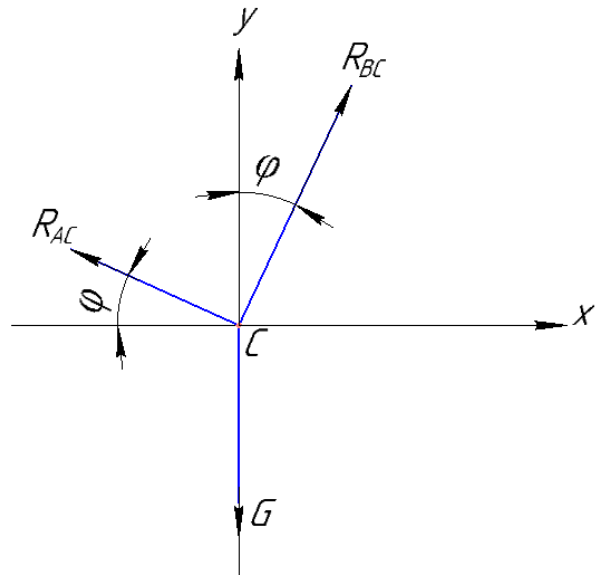

Рисунок 2 - Схема действующих сил
*Решение.* Составим схему действующих сил (рисунок 2). Определим проекции сил на оси и составим уравнения.